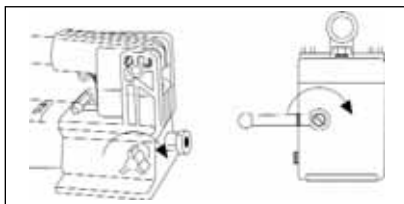

Figura 6
1. Cierre la válvula de alivio girándola en sentido horario, como se muestra en la Figura 6.